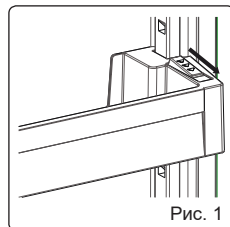

Рис. 1
1. Удерживайте нижнюю часть полки и тяните кнопки на стороне дверной полки в направлении стрелки (Рис. 1).